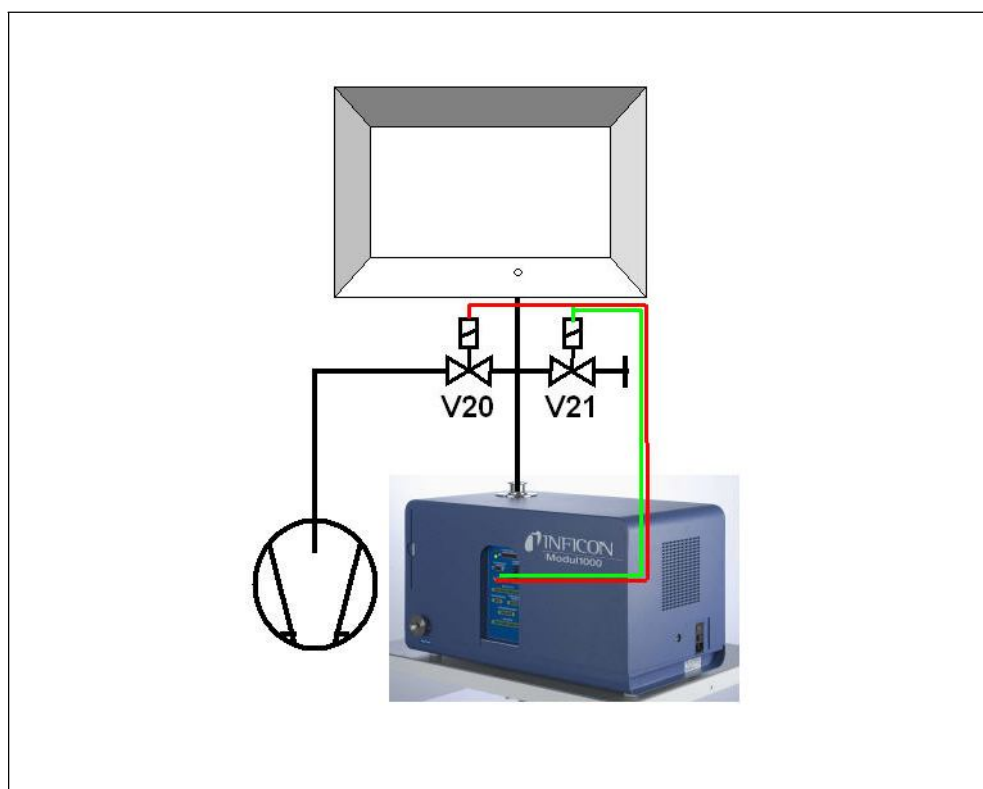

Рис. 5-1 Парциальный режим.
Схема системы течеискания с прибором Modul1000 в режиме Commander в основном такая же, как и в обычных интегрированных системах течеискания. Разрежение в вакуумной камере создается прибором Modul1000, по желанию это можно сделать и в парциальном режиме (Рис. 5-1 Парциальный режим). Испытуемое изделие в вакуумной камере подключается к станции наполнения гелием через стенки камеры и заполняется гелием, после того как в камере был создан вакуум.
- 2** После нажатия кнопки START Modul1000 откачивает воздух из вакуумной камеры. Если к Modul1000 подключен парциальный насос, включается парциальный клапан V20 (Рис. 5-1), и испытание проводится при участии парциального насоса.
- 11 Затем вакуумная камера вентилируется прибором Modul1000 (и внешний заборный клапан V21 (Рис. 5-1), если он подключен) до достижения атмосферного давления.